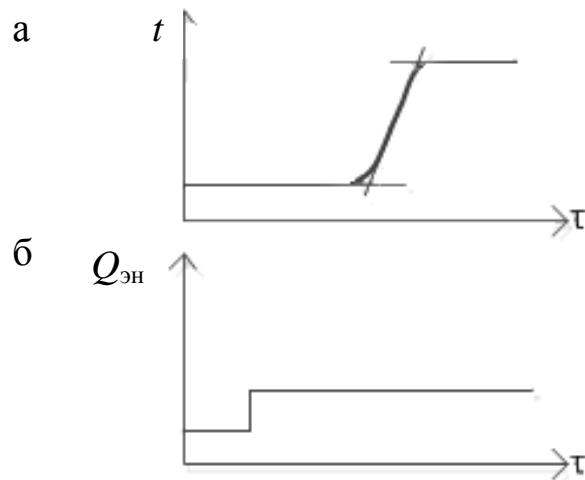

Рис. 1
5. Укажите на кривой разгона объекта рис. 1 а, б динамический параметр – постоянную времени объекта $T_{\text{об}}$.